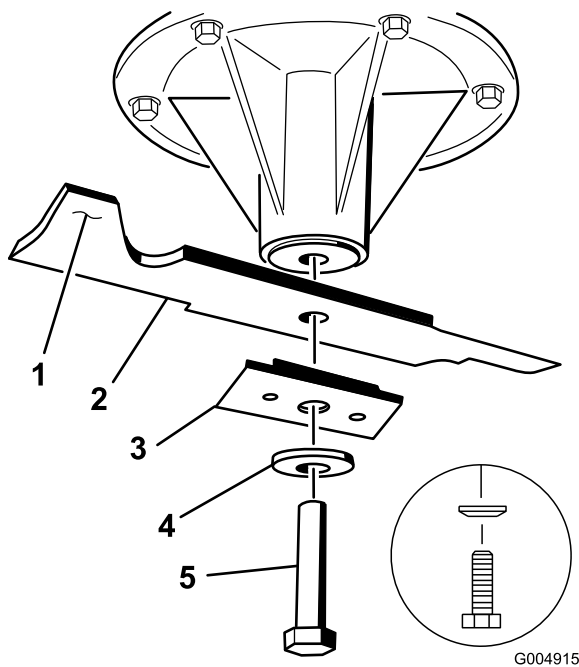

Figura 61
3. En las plataformas de cortacésped de 36 y 52 pulgadas, retire del eje el perno de la cuchilla, la arandela curva, el refuerzo y la cuchilla (Figura 61).
3. En las plataformas de cortacésped de 36 y 52 pulgadas, instale la cuchilla, el refuerzo, la arandela curva y el perno de la cuchilla (Figura 61).